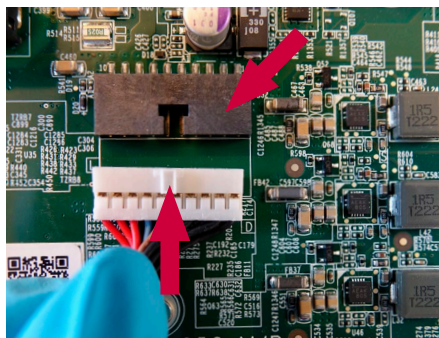

Figura 32: Reconexión del conector de la batería
a) Vuelva a conectar la batería al conector de la batería (véase la Figura 12 y la Figura 32)